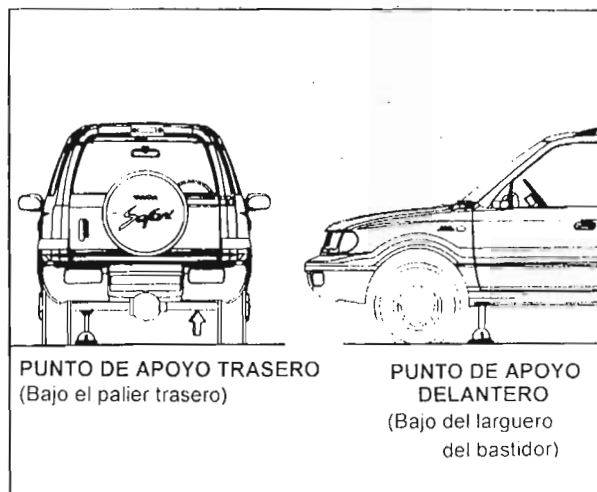

Fig. 4 – Levantando la rueda
- Mantenga el gato debajo del larguero, detrás de la rueda delantera y levante el vehículo (Fig. 4). Apoye el larguero detrás de la rueda delantera con un soporte adecuado.